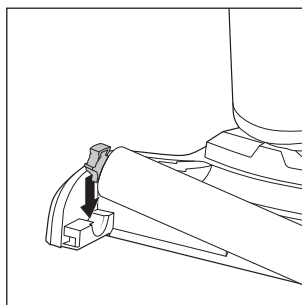

Fig. 40
- ♦ A continuación, presione el soporte del lado izquierdo del rodillo de cepillos **6** para introducirlo en el orificio del lado izquierdo del pie del aparato **3** hasta que el rodillo de cepillos **6** encastre audiblemente (consulte la fig. 40).